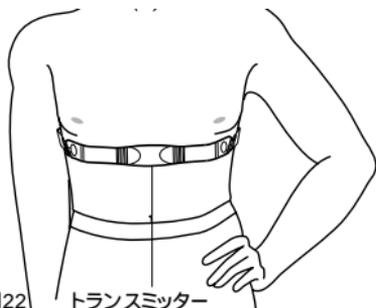

図22 トランスミッター
3. トランスミッターが胸の中心(アンダーバスト部)になるよう、ベルト全体をずらし調節します。(図22)